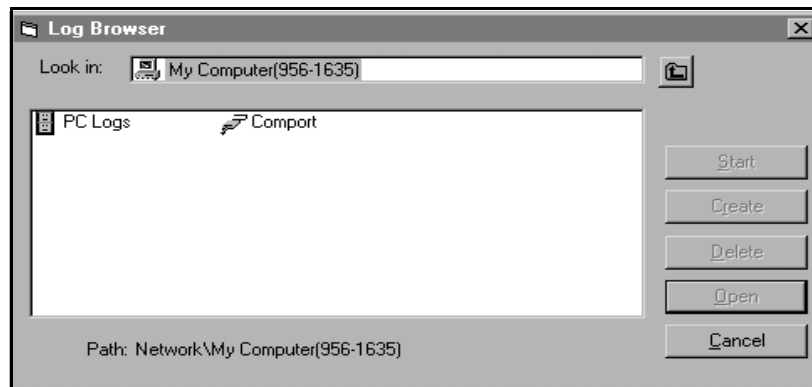

Рис. 15: Выбор типа журнала
2. Дважды щелкните *computer name* (имя компьютера) для перехода к диалоговому окну, отображенному на *Рис. 15* внизу.